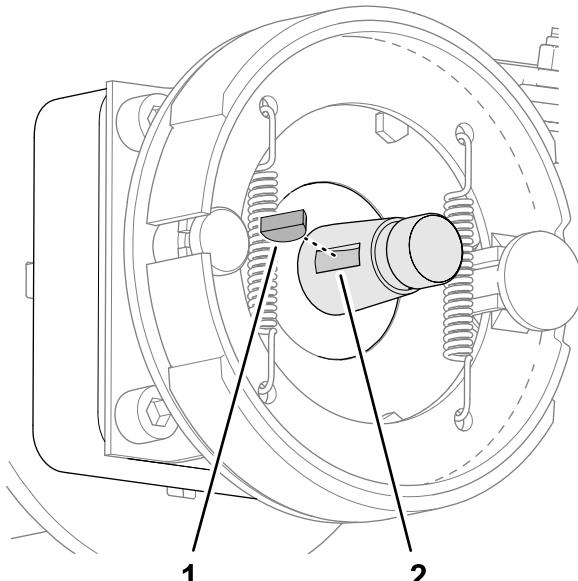

Figura 73
2. Insira a chaveta semirredonda na ranhura do veio do motor do motor das rodas (Figura 73).